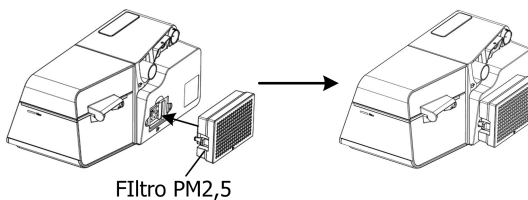

Fig. 11-3
(3) Mude o filtro de ar e a tampa de filtro para o filtro PM2,5, conforme mostrado na Fig. 11-3.